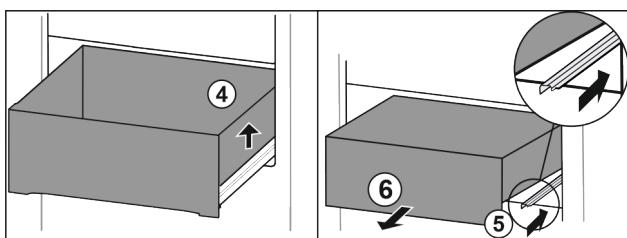

Fig. 13
- Nadzvedněte zásuvku vpravo. Fig. 13 (4)
- Zasuňte pravou kolejničku. Fig. 13 (5)
- Vyjměte zásuvku dopředu. Fig. 13 (6)